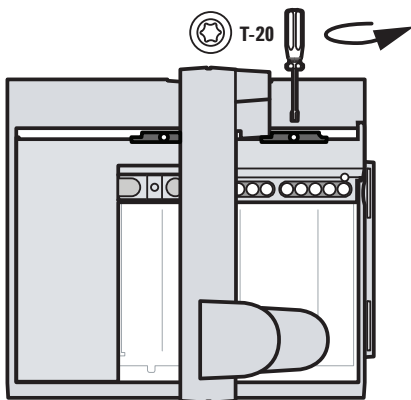

Figure 5 Retrait de la vis T-20 du dispositif de blocage
- 2 Au moyen d'un tournevis Torx T-20, retirez la vis T-20 du dispositif de blocage (Figure 5).